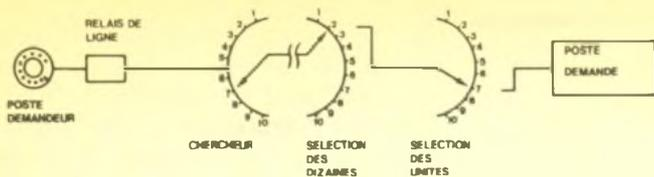

Figure 11.
c) Appel vers un autre poste (fig. 11)
La formation des chiffres sur le cadran détermine l'envoi d'un certain nombre d'impulsions que nous étudierons après. Ces impulsions commandent des commutateurs qui aiguillent vers le poste de l'abonné appelé figure 11.